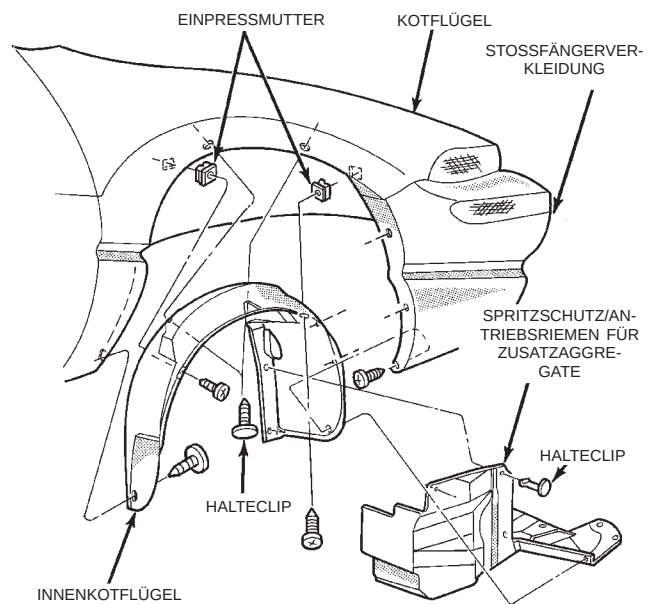

Abb. 10 Innenkotflügel rechts
- (1) Befestigungsschraube lösen, mit der der Spritzschutz des Antriebsriemens für Zusatzaggregate am Kotflügel vorn befestigt ist (Abb. 10).
(2) Halteclips lösen, mit denen der Spritzschutz des Antriebsriemens für Zusatzaggregate am Rahmenlängsträger befestigt ist.
(3) Spritzschutz des Antriebsriemens für Zusatzaggregate aus dem Fahrzeug nehmen.
- (1) Fahrzeug anheben und sicher abstützen.
- (2) Rechtes Vorderrad abbauen.
- (3) Befestigungsschrauben lösen, mit denen der Innenkotflügel am Flansch des vorderen Kotflügels befestigt ist (Abb. 10).
- (4) Befestigungsschrauben lösen, mit denen der Innenkotflügel an der Stoßfängerverkleidung vorn befestigt ist.
- (5) Halteclip lösen, mit dem der der Innenkotflügel am Kotflügel am Schweller befestigt ist.
- (6) Halteclips lösen, mit denen der Innenkotflügel an der Kotflügelbefestigung befestigt ist.
- (7) Innenkotflügel aus dem Fahrzeug nehmen.